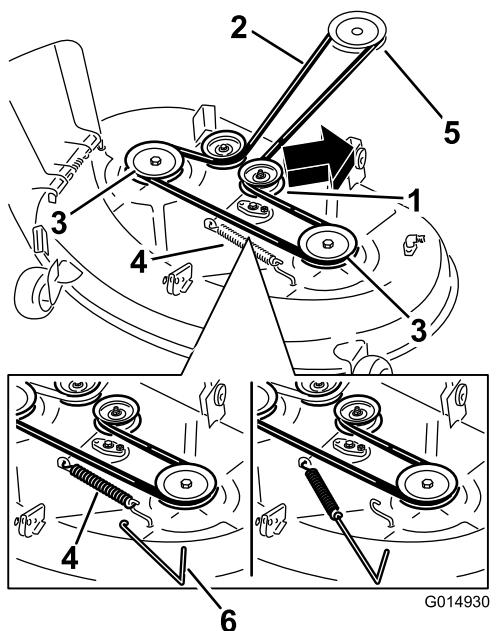

Figura 69
5. Con una herramienta para la retirada de muelles (Pieza Toro N° 92-5771), retire el muelle tensor del gancho de la carcasa para eliminar la tensión de la polea tensora y retire la correa de las poleas (**Figura 69**).
6. Pase la correa nueva alrededor de las poleas del motor y del cortacésped (Figura 69).
7. Usando una herramienta para la retirada de muelles, instale el muelle tensor sobre el gancho de la carcasa y tense la polea tensora y la correa del cortacésped (Figura 69).